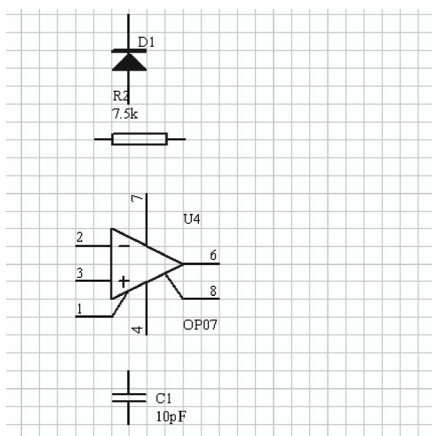

图 2-55 左对齐的元器件
4) 选中 D1、U4、C1、R2 元器件，执行“Align Left”命令后，这 4 个元器件的排列结果如图 2-55 所示。可以看到，随机分布的 4 个元器件的最左边处于同一条直线上。